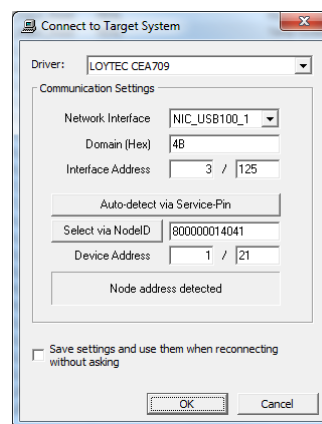

Abbildung 10: Hinunterladen des IEC61131-Programms
15. Schließen Sie das Fenster mit der Schaltfläche **OK**. Jetzt kann das kompilierte IEC61131-Programm auf das Gerät hinuntergeladen werden. Klicken Sie mit der rechten Maustaste auf das Bauelement **LIOB-18x** und wählen den Punkt **Download** aus dem Kontextmenü. Daraufhin wird der Connection-Dialog angezeigt, der nach der Verbindungsart und weiterer Information fragt (siehe Abbildung 10).